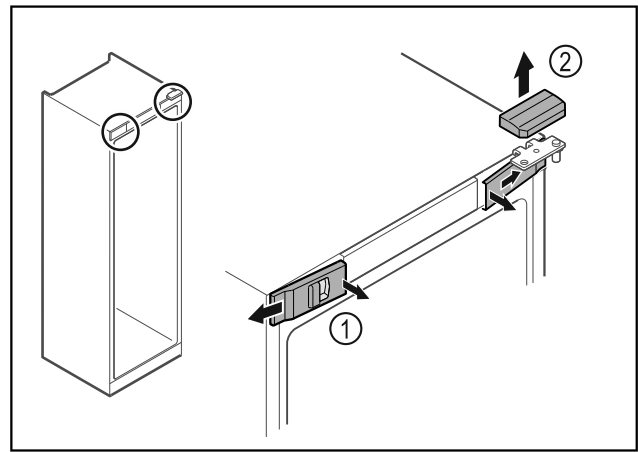

Fig. 15
- ▶ Izvadite prednje poklopce Fig. 15 (1) iznutra i skinite ih na stranu.
- ▶ Skinite gornji poklopac Fig. 15 (2) prema gore.